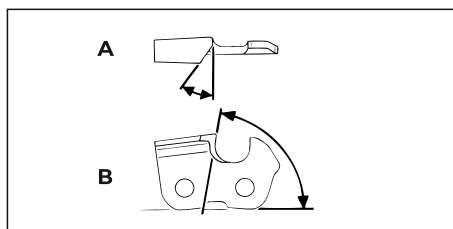

Рис. 74
**11.7.3 Угол заточки и передний угол (рис. 74)**